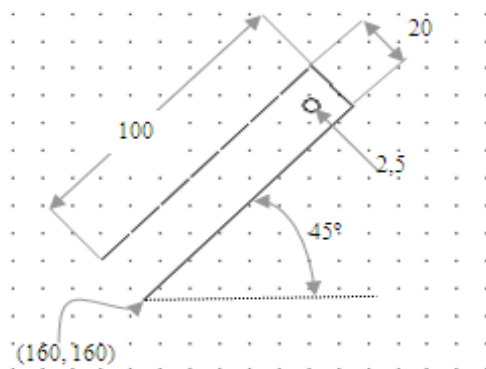

Рис. 1
- Вызовите команду Линия (*Line*) в панели инструментов и постройте три отрезка, образующие фрагмент крестовины (рис. 1). Начните работу в точке с заданными координатами (160,160). При построении наклонных отрезков руководствуйтесь подсказками режимов *Полярное слежение* и *Полярная привязка*.